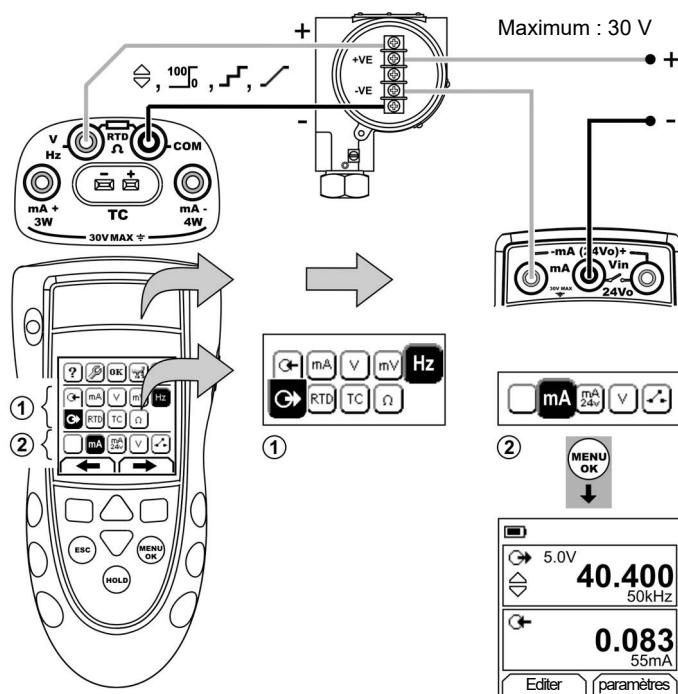

Figure 10 : Exemple de configuration - étalonnage du transmetteur avec une boucle d'alimentation extérieure
1. Raccordez l'instrument (Figure 10/11) et, si nécessaire, réglez le menu *Config.* (Tableau 1).